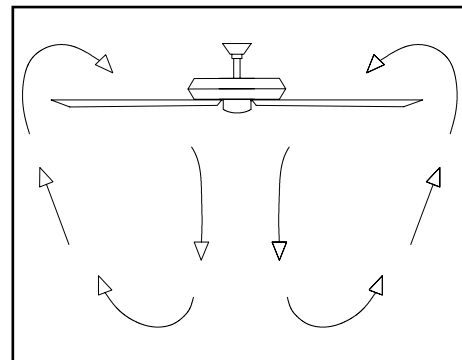

Figura 18
**Clima cálido** - (Hacia adelante) Un flujo de aire hacia abajo surte efecto refrescante, como se muestra en la Figura 18. Esto permite fijar tu aire acondicionado en una configuración más alta sin afectar tu comodidad.